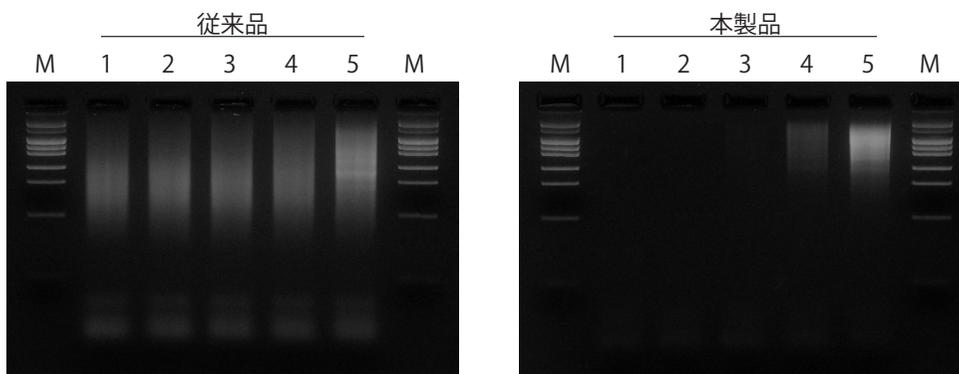

図 1. cDNA 増幅の鋳型量依存性の比較
本製品および従来品 (CellAmp Whole Transcriptome Amplification Kit (Real Time) : 終売) を用いて、HeLa 細胞由来の total RNA (20 pg、200 pg、2 ng、20 ng) からそれぞれのプロトコールに従って cDNA を増幅した。得られた cDNA 増幅産物各 5  $\mu$ l を電気泳動に供した (図 1)。
- (1) 図 1 に cDNA 増幅産物を電気泳動した結果を示した。従来品では No template control でもスミアなバンドが認められ、これはプライマーに由来する非特異的増幅物と考えられる。一方、本製品ではバンドの濃さが鋳型量依存的であり、これは目的の cDNA 増幅産物であると思われる。